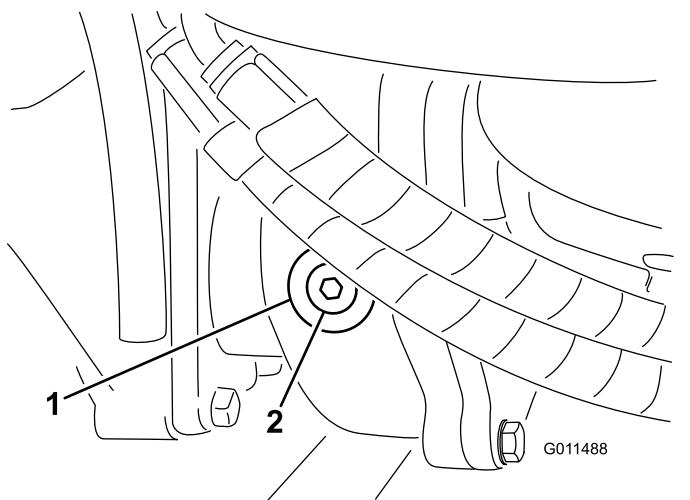

图60
2. 从齿轮箱的左侧取出检查/注油塞确保润滑剂向上直至孔的底部 图60。